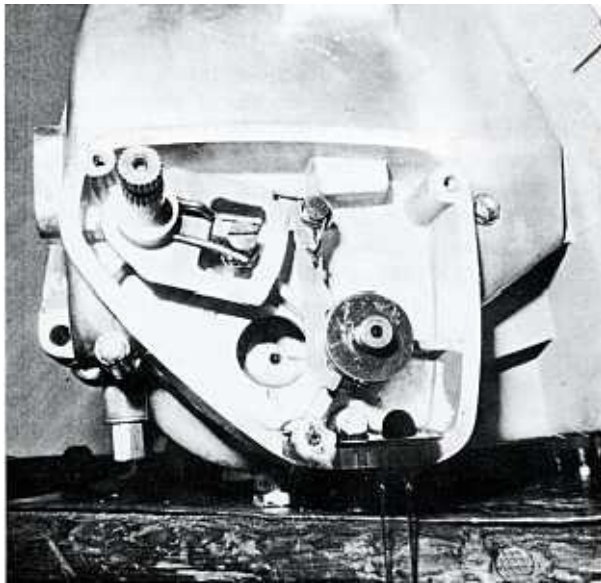
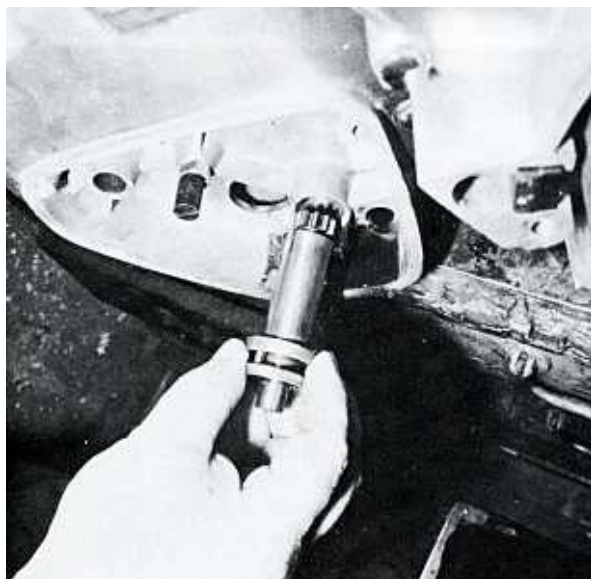

Bild 139
Bild 140
- Der Schaltmechanismus sitzt unter dem mit drei Schrauben mit Unterlegscheiben befestigten Schaltdeckel. Der Deckel ist mit einer Dichtung und mit Dichtmasse abgedichtet. Nach dem Abnehmen des Deckels bereitet der Ausbau des Schaltmechanismus keine Schwierigkeiten. Die Schalthebelwelle ist im inneren Getriebegehäusedeckel gelagert und kann nach dem Aushängen der Rückholfeder herausgezogen werden (Bild 139). Beim Ausbau muss die Schaltklinke aus der Schaltwelle ausgehängt werden. Die Schaltwelle kann zusammen mit dem inneren Gehäusedeckel, in dem sie gelagert ist, ausgebaut werden (Bild 140).
- Am Zweizylindermodell ist der Schaltwellenantrieb »offen« (Bild 141), am Dreizylinder »geschlossen« (Bild 139). Beide Ausführungen sind austauschbar.